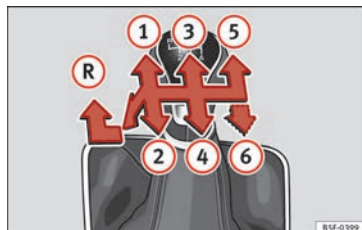

Fig. 53 Schéma d'une boîte mécanique 5 vitesses ou 6 vitesses.
Les positions des vitesses sont représentées sur le levier de vitesses » **fig. 53**.
- Au point mort, appuyez sur le levier de vitesses, déplacez-le complètement vers la gauche puis vers l'avant pour passer la marche arrière » **fig. 53 (R)**.